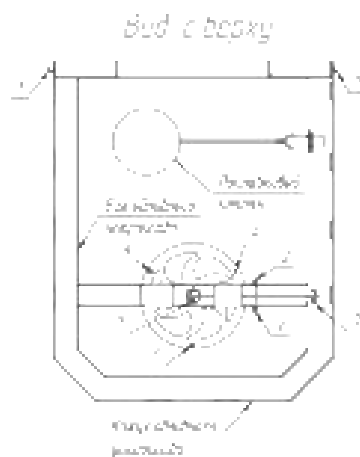

Рис. 4
- 3 снимите декоративный кожух с бака обливного устройства открутив болты 1 (см. рис. 4)
- 6 отсоедините рычаг слива от сливного механизма раскрутив гайки 2 и 3 (см. рис. 4)
- 7 извлеките сливной механизм из бака обливного устройства раскрутив гайки 4 (см. рис. 4)